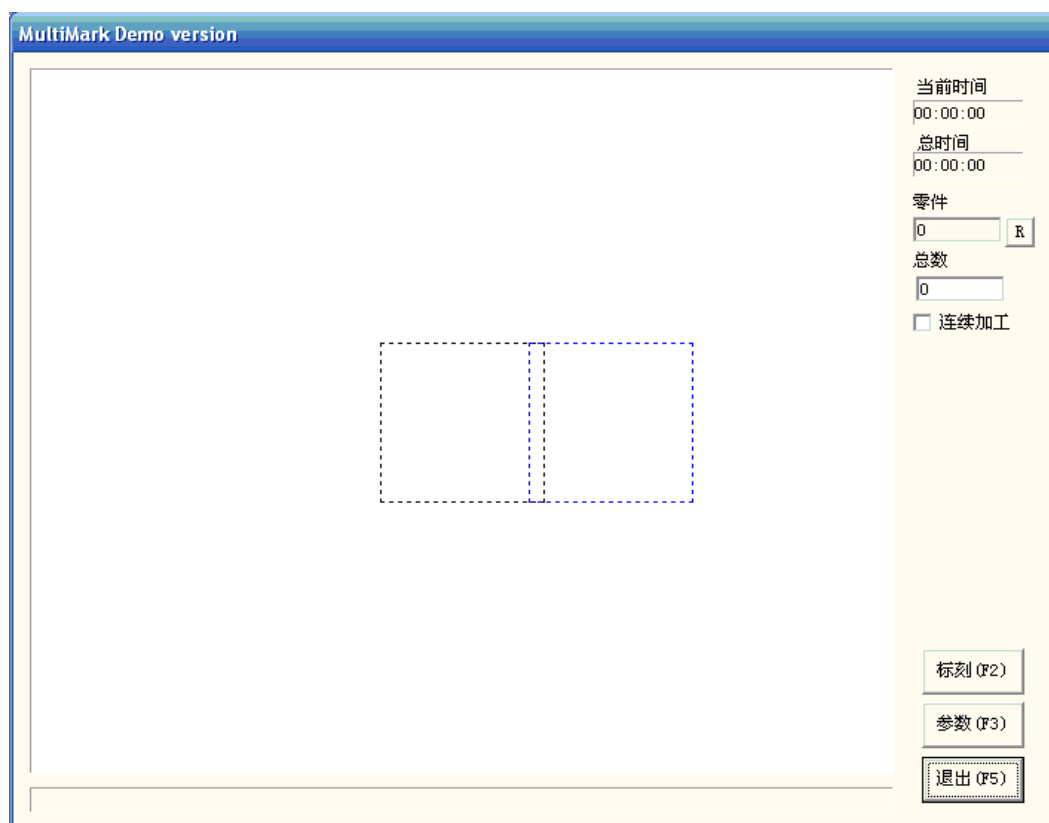

图 2 多头控制界面
点击菜单栏中“激光 (L)”按钮下的“MultiHead”会弹出对话框如图 2 所示。以两振镜头加工为例。